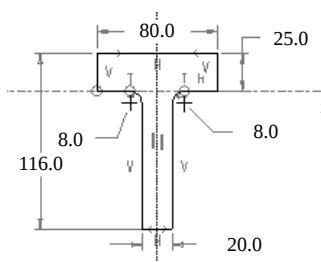

图 11.5.21 截面草图
Step4. 绘制截面草图。进入草绘环境后, 接受默认参考 FRONT 和 RIGHT, 然后绘制图 11.5.21 所示的截面草图。完成绘制后, 单击“确定”按钮 。